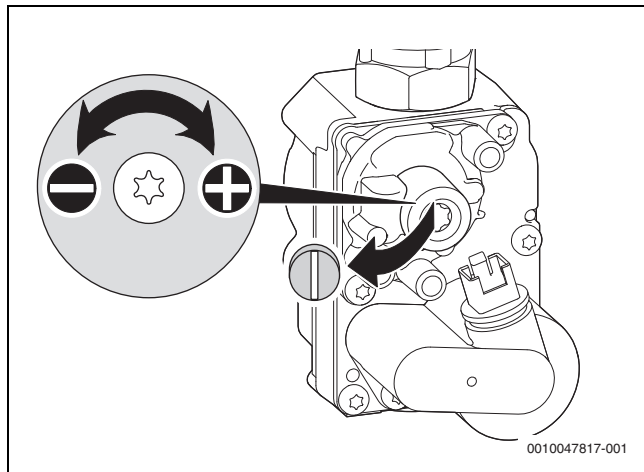

Рис. 14 Снятие пломбы с регулировочного винта
- ▶ Если значение составляет от 0 до -0,1 мбар, настройте разность давлений, как показано ниже (→ рис. 14).